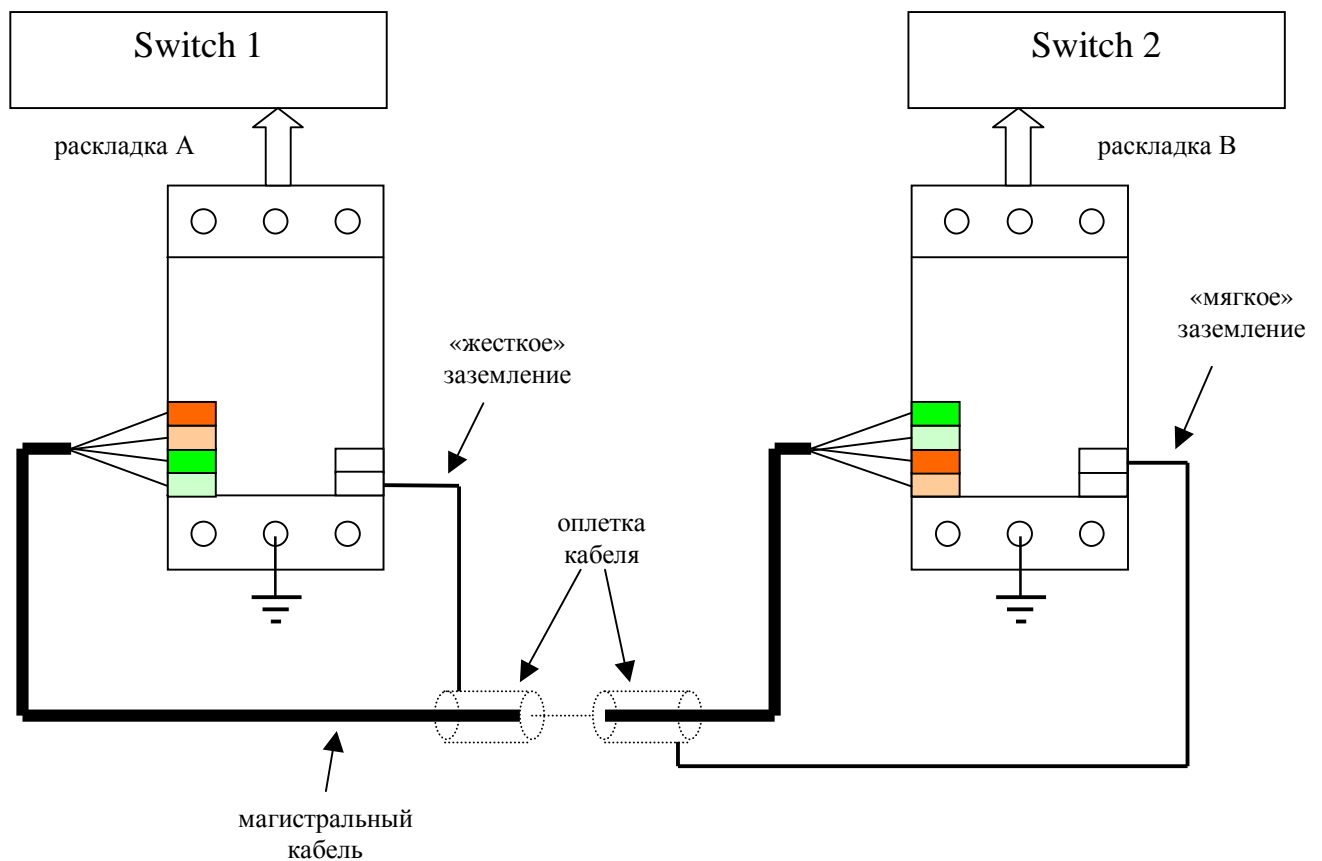

рис. 3
3. При выполнении наружной проводки экранированным кабелем на одном конце пролета оплетка кабеля заземляется жестко (контакт GND), а на втором конце используется «мягкое» заземление (контакт IN GND). Если в кабеле остаются незадействованные проводники (обычно это бывает при использовании 4-х парного кабеля FTP или SFTP), ни в коем случае нельзя оставлять их никуда не подключенными. С ними нужно поступить так же, как и с оплеткой. Вариант подключения проводов при магистральной прокладке показан на рис. 3.